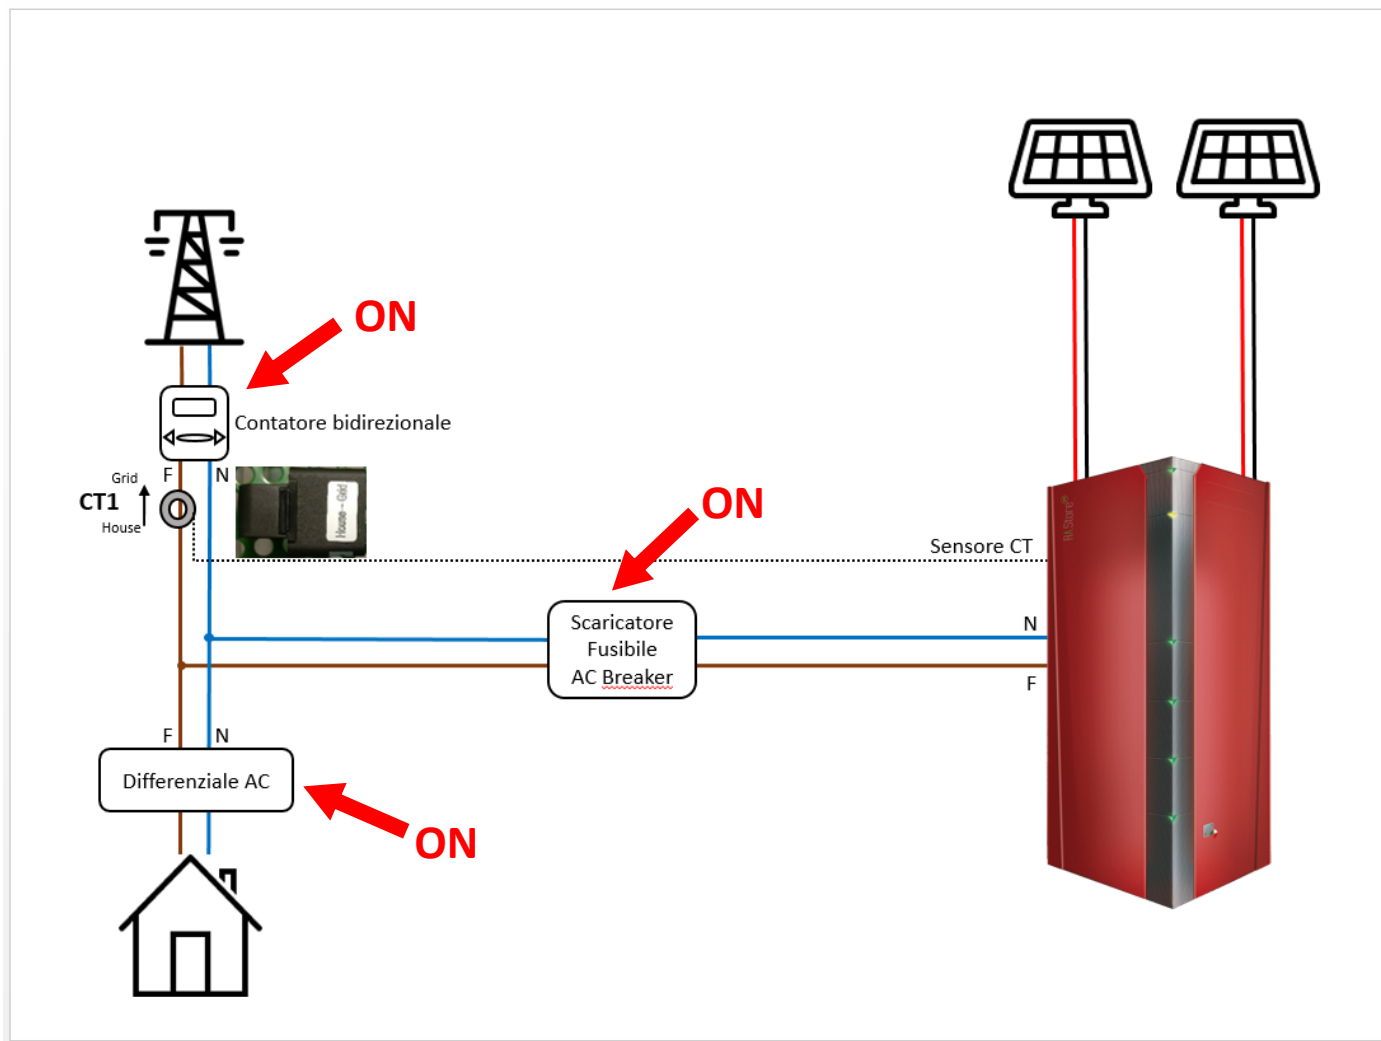

Figura 41 Attivazione (ON) dei dispositivi di protezione e sezionamento sull'impianto elettrico
- Mettere in posizione di ON tutti i dispositivi di protezione e sezionamento presenti sulla linea GRID (Figura 41).
- Mettere in posizione di ON tutti i dispositivi di protezione e sezionamento relativi all'utenza (Figura 41).